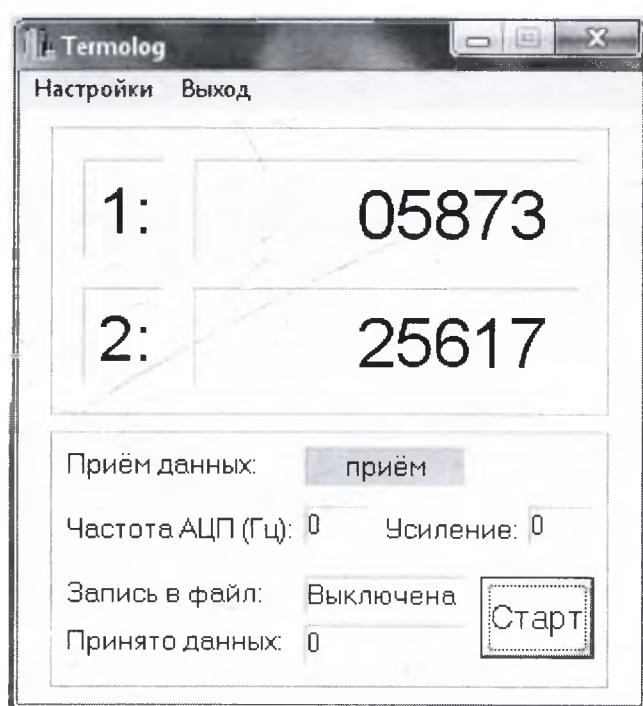

Рис.3
5.1.4 Для записи файлов нажмите на кнопку **Запись в файл** (см. рис. 3). При этом в окне программы появляется индикатор «Вкл.», и начинает возрас-